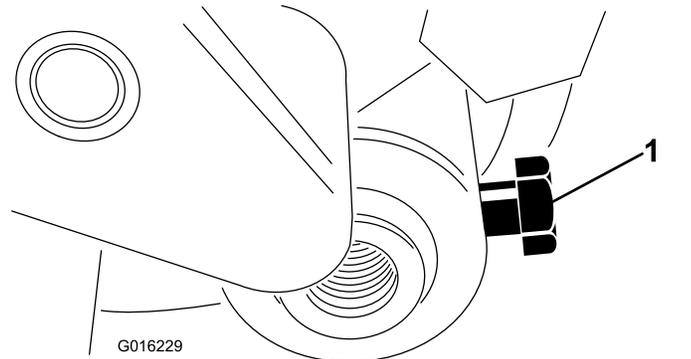

Figura 14
30. Inserte el eje del rodillo en el brazo de ajuste derecho y sujételo provisionalmente con el perno (Figura 14).
38. Centre el rodillo entre los brazos de ajuste y apriete los pernos de montaje (**Figura 14**).